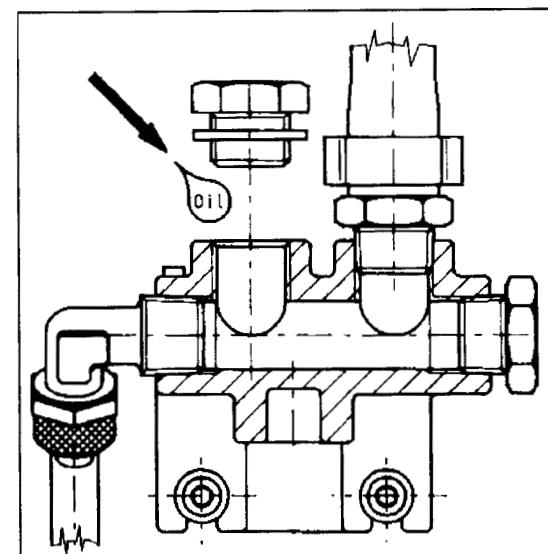

Рис. 41
- Откройте крышку отверстия для смазки и налейте в него небольшое количество смазочного масла ($2-3 \text{ см}^3$) (рис. 41). Рекомендованные марки масел приведены выше.